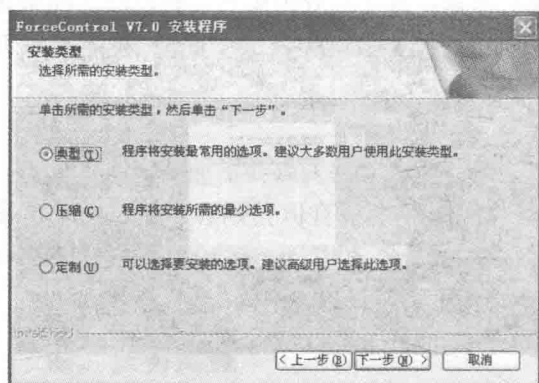
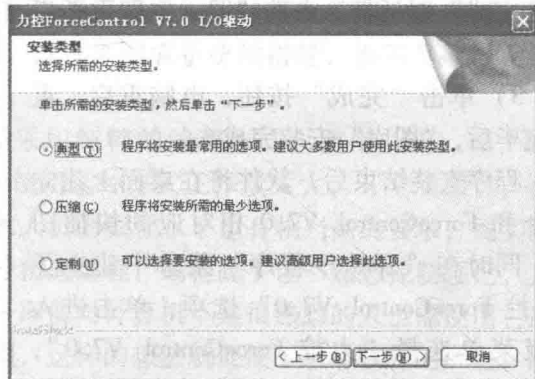

图 1-1-8 “安装类型选择”对话框
图 1-1-13 选择 I/O 驱动“安装类型”对话框
6) 单击“下一步”按钮，弹出图 1-1-8 所示的“安装类型选择”对话框，选择“典
2) 单击“下一步”按钮,弹出如图 1-1-13 所示的“安装类型”选择对话框,选择“典型”。
2) 安装过程中图 1-1-8 和图 1-1-13 所示的对话框中“典型”“压缩”“定制”的区别是什么?